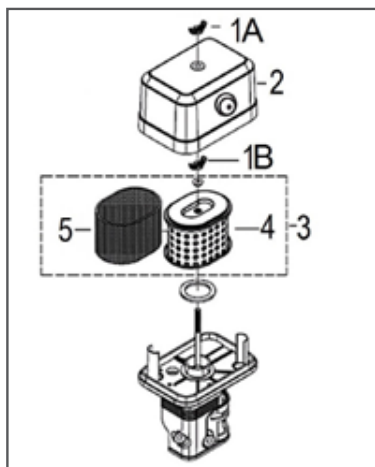

Рис. 19 Обслуживание воздушного фильтра
1. Открутите барашковую гайку 1А и снимите крышку 2 воздушного фильтра (Рис. 19).
2. Открутите барашковую гайку 1В и снимите воздушный фильтр 3 в сборе (Рис. 19).
(Рис. 19).